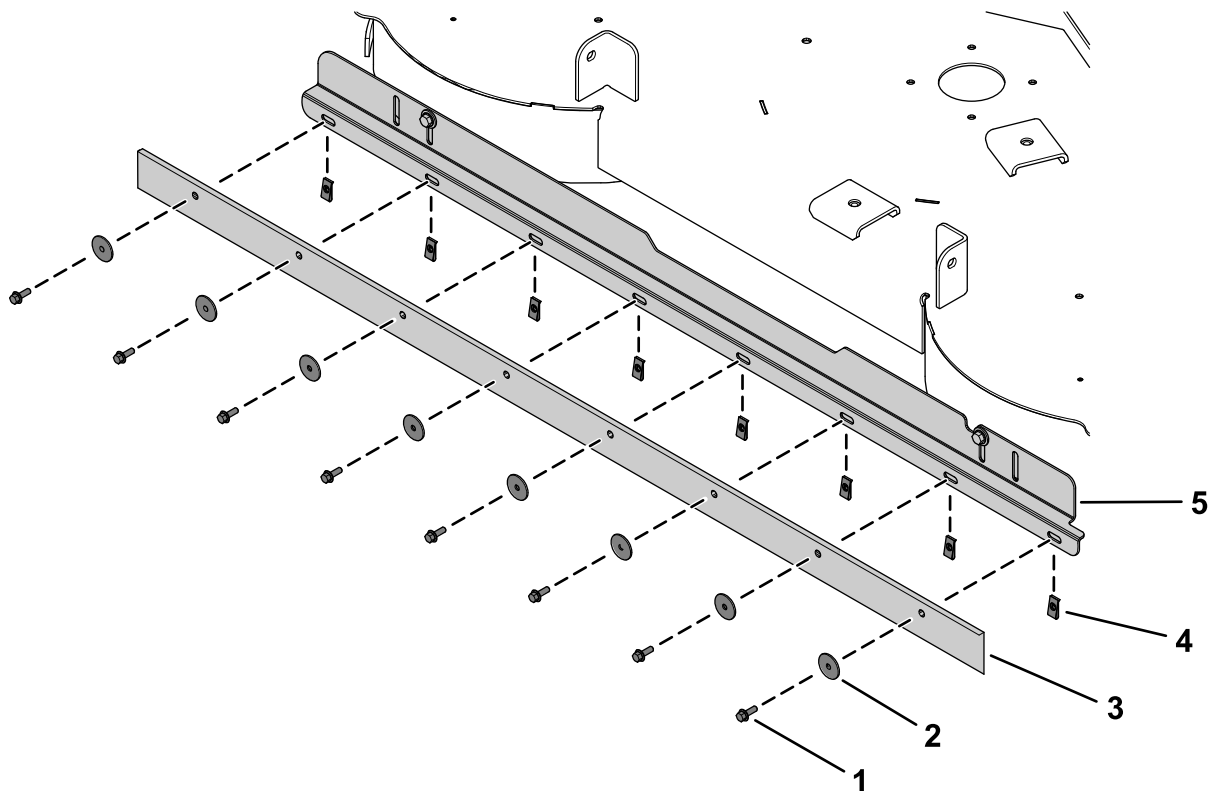

Figure 5
2. Vissez les 8 écrous rapides sur le support du traceur (Figure 5).
3. Fixez le racloir sur le support du traceur et les écrous rapides à l'aide de 8 vis à tête hexagonale ($\frac{1}{4} \times \frac{3}{4}$ po) et 8 rondelles (Figure 5).